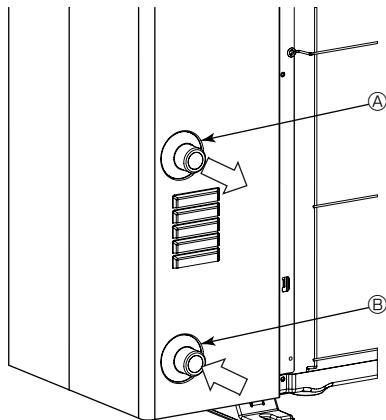

Fig. 5-1
5.1. Ligaçāo da tubagem de água (Fig. 5-1)
- A posição dos tubos de entrada e de saída é apresentada na Fig. 5-1.
[Fig. 5-1]